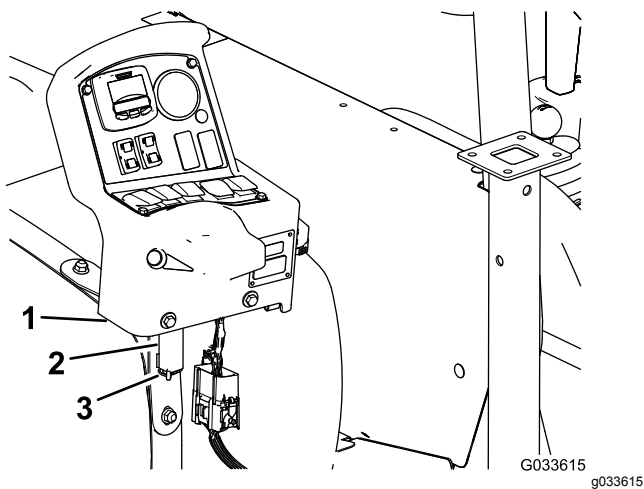

Figure 117
7. Déposez la console de son support sur la planche de bord de la machine et alignez l'axe de pivotement de la console et le support de rangement au niveau de la sangle avant de la cuve (Figure 117) ; voir 9 Montage de la console de commande sur la machine \(page 23\).
8. Fixez la console au support et fixez l'axe de pivotement au support avec la goupille fendue (Figure 117).